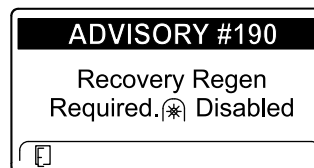

Figura 56
- Recovery regen required (Es necesaria una regeneración de recuperación) ADVISORY #190 (Aviso n.º 190) (Figura 56)